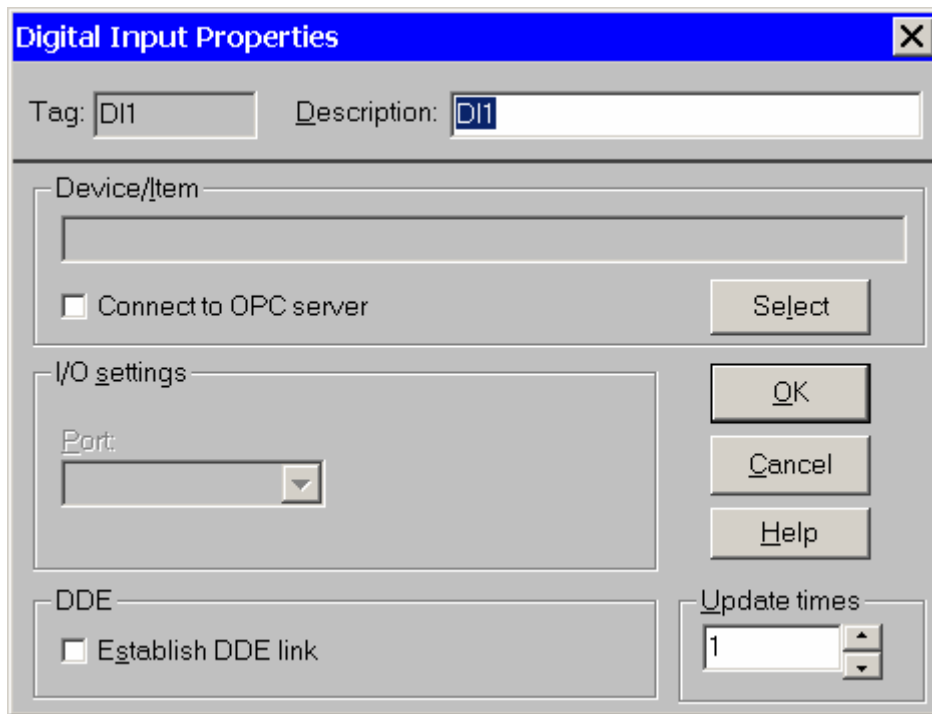

Рис. 5.11. Диалоговое окно настройки блока дискретного ввода
*Блок дискретного ввода* предназначен для приема информации, в том числе с использованием технологии COM/DCOM, от устройств, имеющих подсистему ввода дискретных сигналов, и передачи указанных сигналов другим функциональным блокам и элементам отображения. Двойной щелчок левой клавишей мыши на пиктограмме **ДИ** блока дискретного ввода приводит к появлению окна диалогового окна для настройки параметров блока (рис. 5.11). Информацию о параметрах настройки этого окна можно получить с помощью кнопки **Help**. Конкретные настройки параметров блока дискретного ввода будут рассмотрены далее.